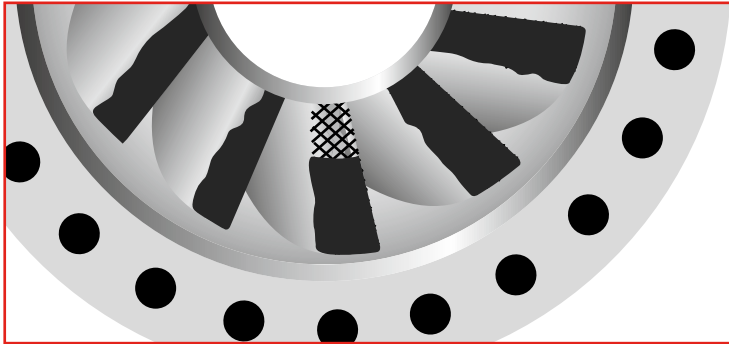

Figura 43. Recubra con epóxico la lámina de metal perforada y de un acabado liso.
**3. Aplique el epóxico** a la lámina metálica perforada, forzándolo a través de la malla y teniendo cuidado de evitar atrapar aire. Alise el acabado con una espátula de plástico o de metal. (Vea la figura 43).